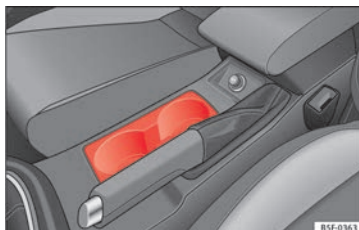

Fig. 155 Consola central: portabebidas delantero.
- Ponga las bebidas en el soporte » **fig. 155**. Se pueden poner dos bebidas. En los revestimientos de las puertas hay la posibili-